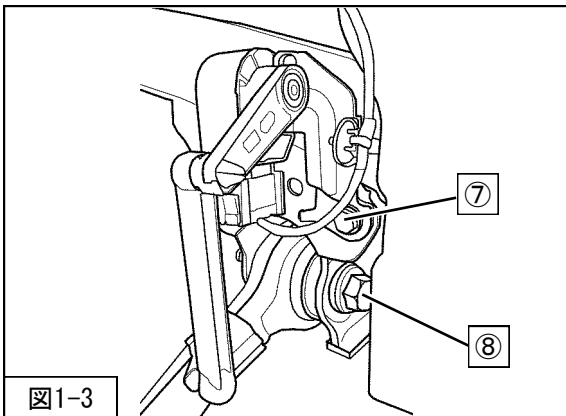

図1-3
5. ⑦ハイトコントロールセンサ取付ボルトを取外してください。(図1-3)
6. ブッシュ反力を無くす為、⑧フロントサスペンションASSYロアアーム取付ボルト・ナットを緩めてください。(図1-3)